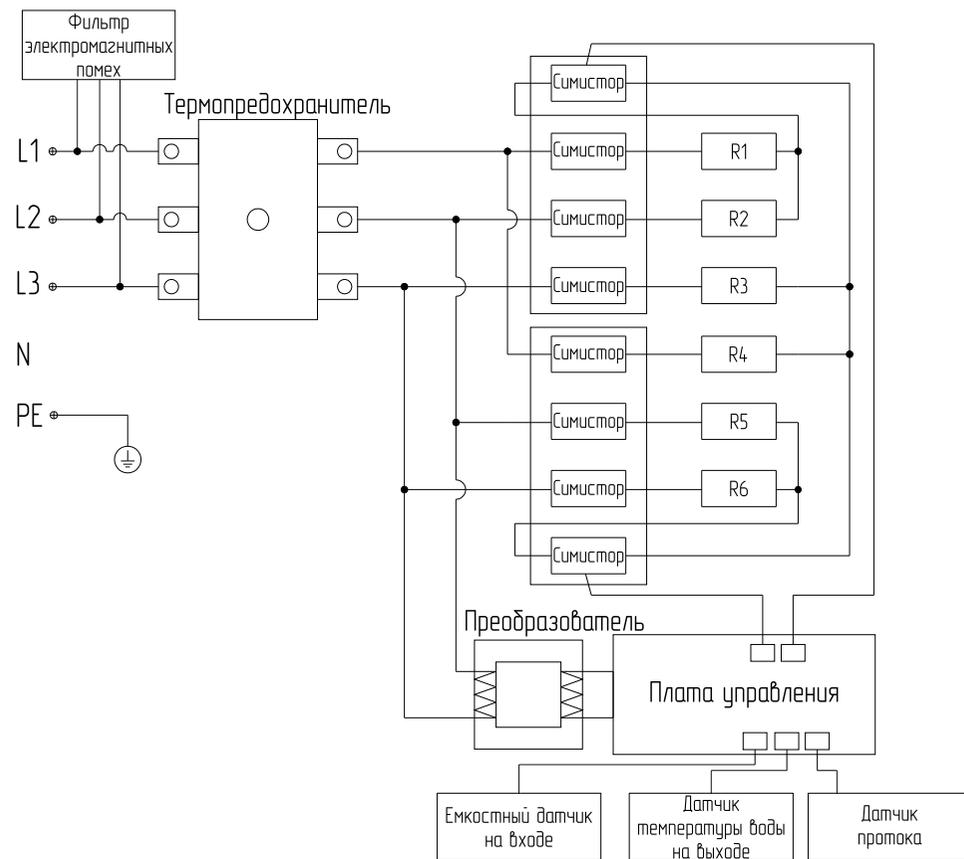

Рис.6 Схема подключения водонагревателей Элемент Комфорта FLOW
2. Подключите кабель к клеммным колодкам. На клеммных колодках расположены подсказки. Схема электроподключения показана на **Рис.6**.